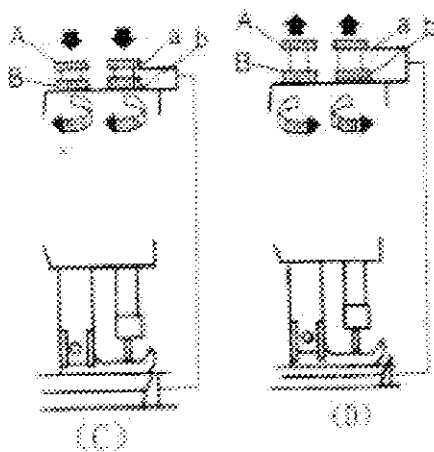

Рис. 8
4. Регулировка давления прижимной лапки должна быть выполнена таким образом, чтобы материал перемещался вперед равномерно, без какого-либо проскальзывания. Давление должно быть отрегулировано в соответствии с толщиной материала. Сначала следует ослабить винт регулировки давления и стопорную гайку В. Если материал очень толстый, давление должно быть более высоким. Поверните регулировочный винт А в направлении, показанном на Рис. 8 (С). Если материал тонкий, поверните регулировочный винт в направлении, показанном на Рис. 8 (D), чтобы уменьшить давление. Затяните стопорную гайку В.